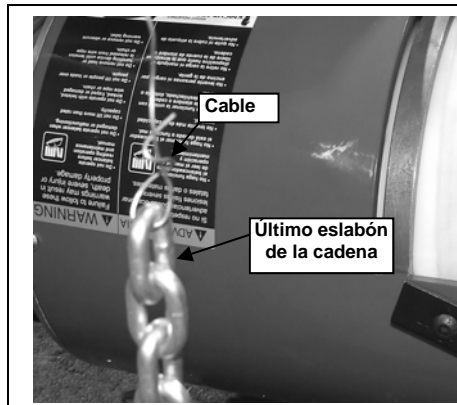
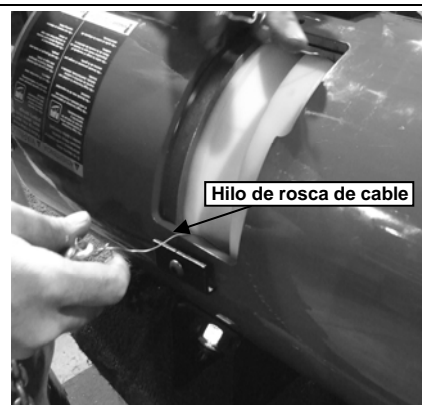

Figura 4-15
Figura 4-16
Paso 10. Conecte un alambre rígido al último eslabón de la cadena nueva, enhebre el alambre alrededor de la parte superior del antepenúltimo surco desde la izquierda y coloque la cadena alrededor de la bobina. (Consulte la Figura 4-15 y la Figura 4-16).